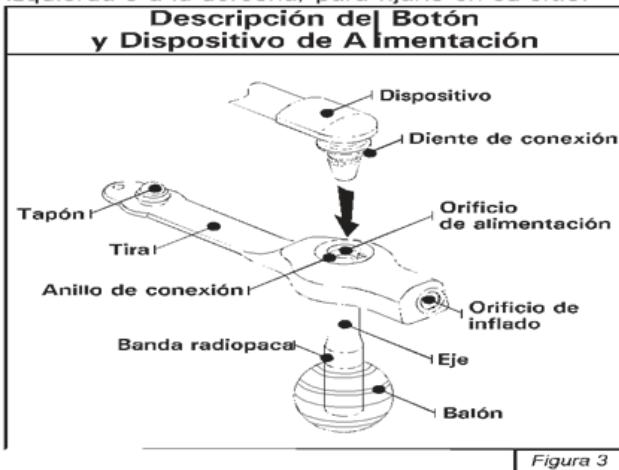

Figura 3
- Conecte el Equipo de Alimentación al Botón. Compruebe que el "Diente" del Equipo de Alimentación esté insertado en la ranura del Anillo de conexión (consulte la Figura 3). Una vez insertado, presione ligeramente el Equipo de Alimentación y gírelo ½ vuelta (a la izquierda o a la derecha) para fijarlo en su sitio.